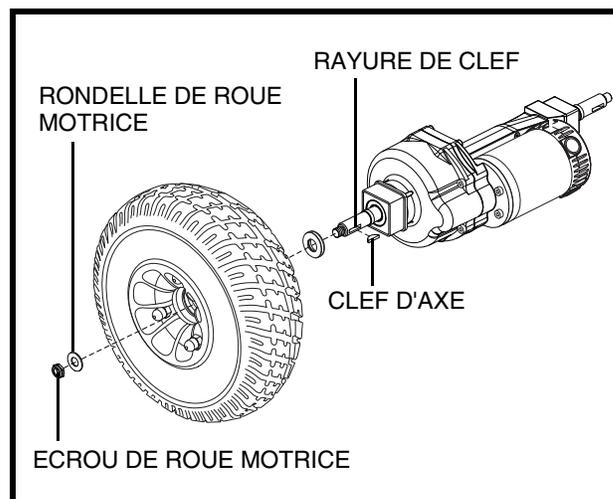

Figure 25. Enlèvement de la roue motrice
4. Enlever le bouchon de roue, l'écrou et la rondelle de roue motrice sur l'essieu. **Voir la figure 25.**
9. Glissez la nouvelle roue en place. Assurez-vous que la clé est bien ancrée dans la rayure de clé. **Voir la figure 25.**